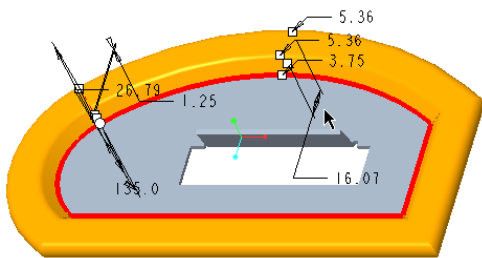

图 1-141 辅助选中整个外边链作为连接边
(3) 按住〈Shift〉键在钣金第一壁的上钣金曲面内任意单击一点(之前所选的一段连接边位于该钣金曲面内), 以选中整个外边链, 如图 1-141 所示。